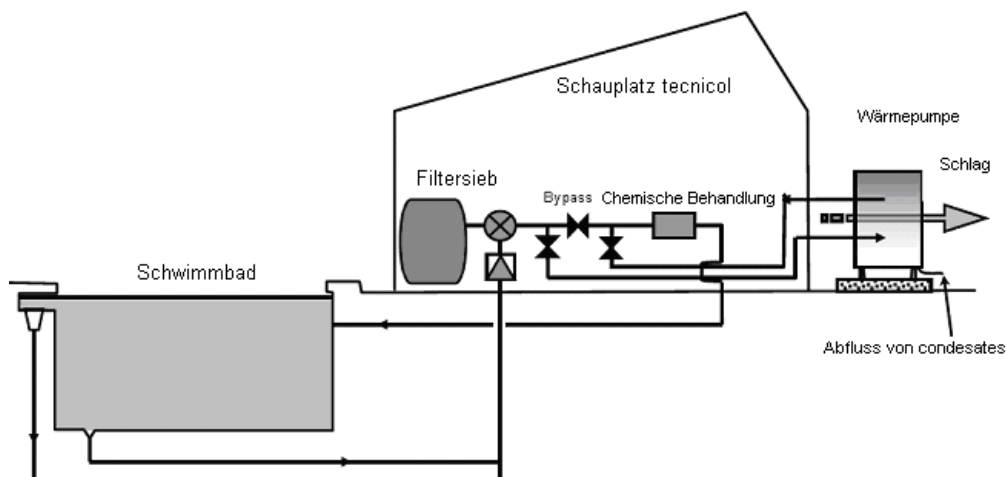

Abbildung 6: Typische Anordnung der Komponenten des Wasserkreislaufs.
- Bypassventil im Wasserkreislauf, siehe Abbildung 6.
wie auf Abbildung 6 gezeigt, ist es möglich, den Wasserdurchsatz mit dem Bypassventil zu regeln.